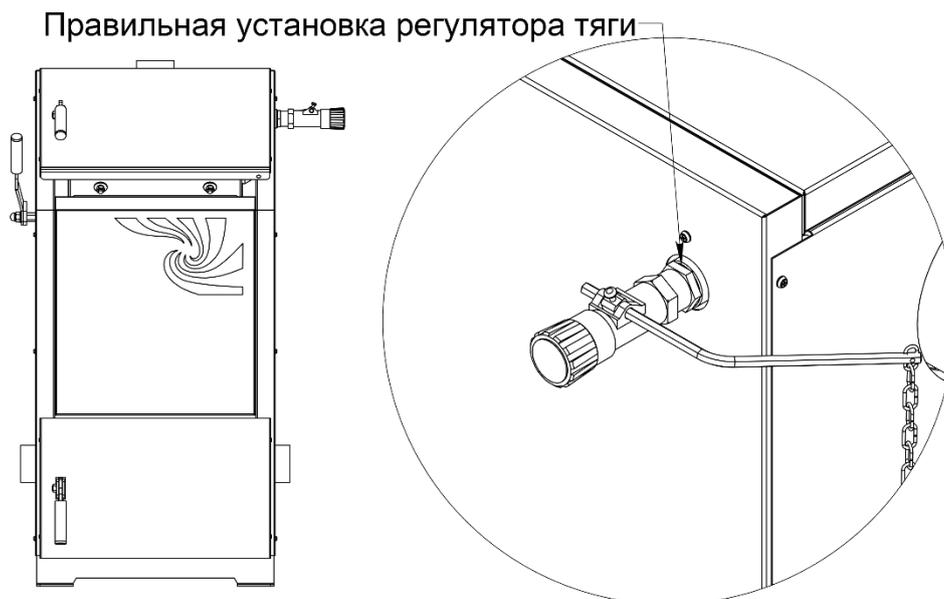

Рис. 12 Установка регулятора тяги
2. Выньте транспортировочную пластмассовую трубку и вместо нее вставьте шестигранный рычаг передней стороной, в которой нет отверстия и зафиксируйте рычаг затянув винт. Вставьте большой крючок цепочки в отверстие рычага. Регулятор тяги при этом должен быть установлен зажимным винтом вверх (рис. 12).